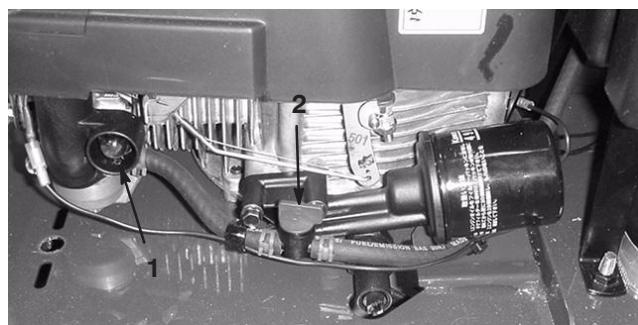

Bild 14
Drücken Sie die Kaltstarthilfe drei Mal, bevor Sie einen kalten Motor anlassen (Bild 14).
Der Kraftstoffhahn befindet sich links am Motor. Schließen Sie den Hahn, sodass kein Kraftstoff vom Kraftstofftank fließt. Öffnen Sie den Hahn, damit Kraftstoff in den Vergaser fließen kann (Bild 14). Schließen Sie das Ventil, wenn Sie das Linienmalgerät transportieren oder nicht verwenden.
5. Drücken Sie die Kaltstarthilfe drei Mal (Bild 14).